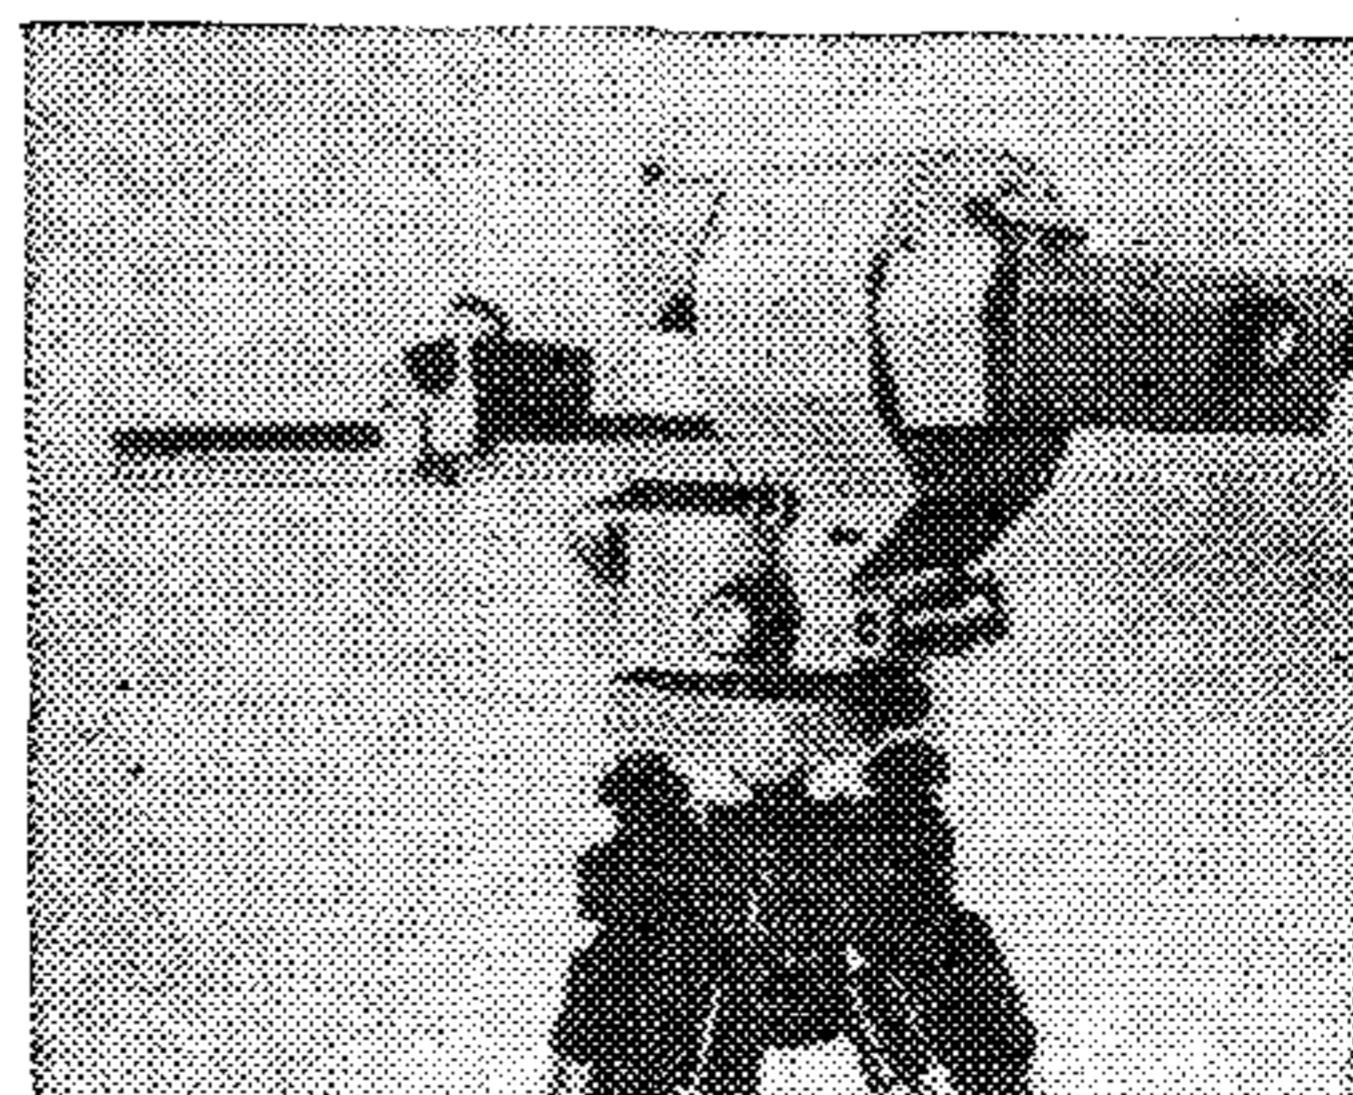

Рис. 27. Тахеометр внутрибазный ТВ
**4.12. Внутрибазный авторедукционный тахеометр ТВ** (рис. 27) предназначен для тахеометрических съемок труднодоступных участков, съемки горных выработок, для работы на строительных площадках, а также в городах с интенсивным движением. Рекомендуется применять при съемке в масштабах 1:500, 1:1000.